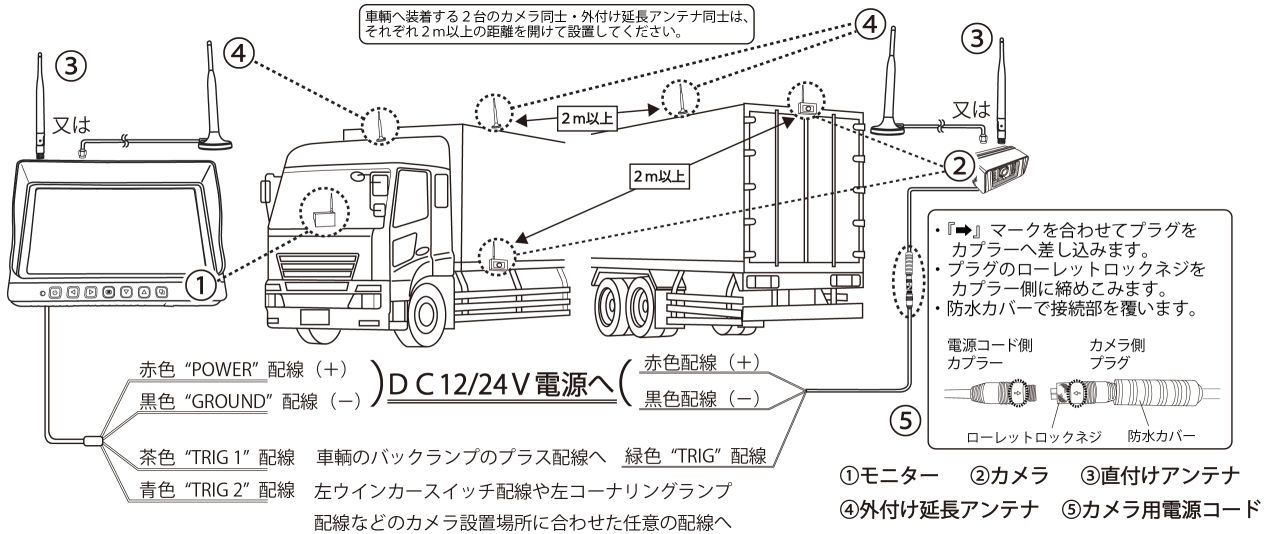

図 1
- ※図1を参考に、本商品を車両に接続してください。
- ⑤モニターを任意の角度に調整し、③で取り付けしたノブ付ボルト、Sワッシャ、ワッシャ×4セットを本締めしてください。
- ⑥モニター電源コードの赤色“POWER”配線をDC12/24V車輛の陽極(+)側へ、黒色“GROUND”配線を陰極(-)側に、必ず絶縁処理を施して確実に接続してください(図1参考)。
- ⑦モニター電源コードの茶色“TRIG1”配線を車輛のバックランプのプラス配線へ確実に接続してください(図1参考)。また、モニター電源コードの青色“TRIG2”配線を車輛の左ウインカースイッチ配線や左コーナリングランプ配線などのカメラ設置場所に合わせた任意の配線へ確実に接続してください(図1参考)。
- ②カメラコードを①で開けた穴に通して、カメラコードのプラグとカメラ用電源コードのカブラーの『▶』マークを合わせて、奥まで確実に差し込んでください。そして、**カメラコードのプラグのローレットロックネジを時計回転方向に回して確実に締め込んでください。締め込み確認後、防水カバーで接続部を覆ってください**(図1参考)。
- ⑥カメラを任意の角度に調整してから、⑤で取り付けした六角穴付きボルト(Sワッシャ、ワッシャ付)×4セットを本締めしてください。
- ⑦カメラ用電源コードの赤色“POWER”配線をDC12/24V車輛の陽極(+)側へ、黒色“GND”配線を陰極(-)側に、必ず絶縁処理を施して確実に接続してください(図1参考)。
- ⑧カメラ用電源コードの緑色“TRIG”配線を車輛のバックランプのプラス配線へ確実に接続してください(図1参考)。